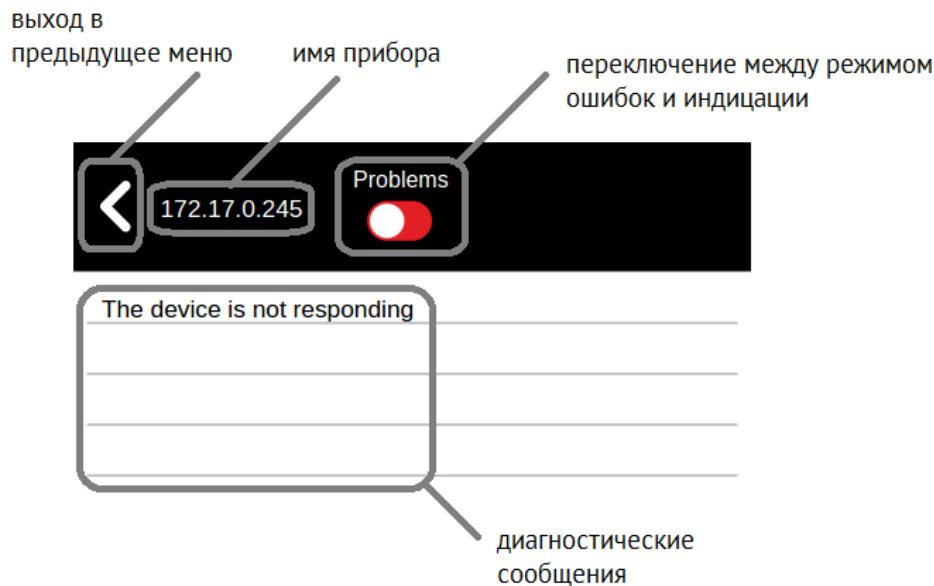

Рисунок 5.5. Третий уровень меню, сведения о PMU «172.17.0.245».
Для перехода на третий уровень – выбираем интересующее устройство (например, 172.17.0.245); должно появиться следующее изображение (рис. 5.5):
- в этом режиме ЭНМИ будет отображать данные об ошибках опрашиваемого устройства. Также в этом разделе можно квитировать ошибку устройства: при выполнении данного действия ошибка не учитывается в счетчике ошибок (см. рис. 5.5);